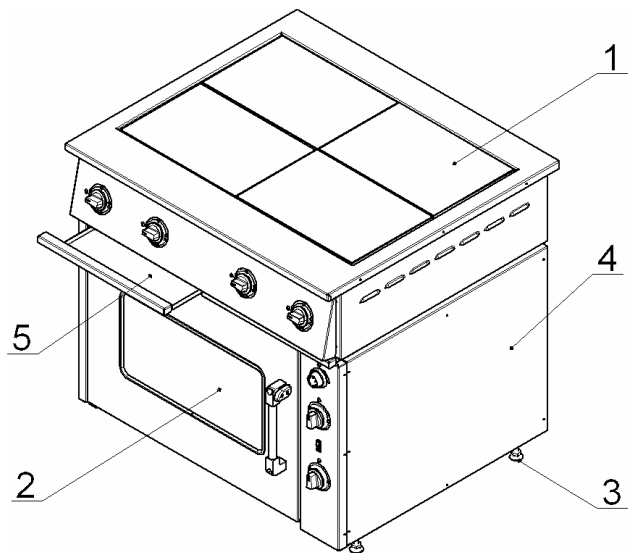
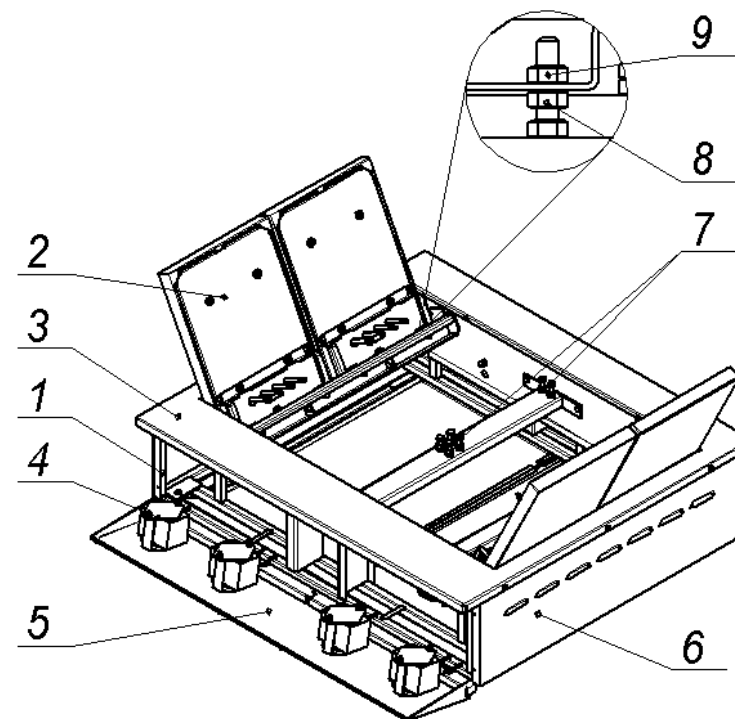
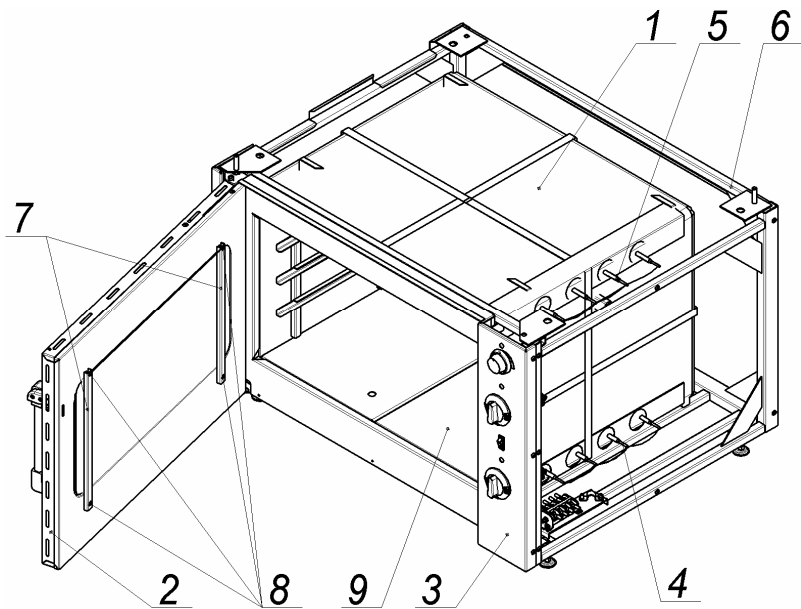
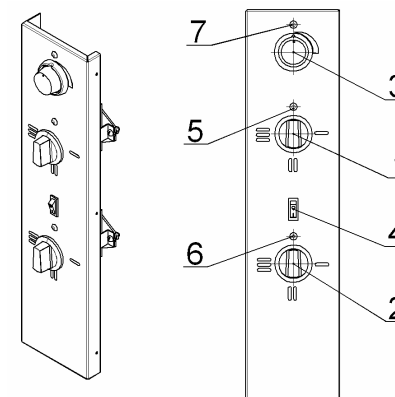

Рис.1
Рис. 2
Рис.3
Рис.4
Чтобы открыть приборную панель плиты, необходимо вынуть выдвижные поддоны (см. рис. 1) и вывернуть винты крепления панели к каркасу плиты.
4.3 Собственно плита (рис.2) установлена на жарочный шкаф (рис.1. поз.2) и состоит из каркаса (поз.1), с закрепленными на нём конфорками (поз. 2), столом (поз.3), облицовочными (поз.6) и приборной панелью (поз.5).
4.3.3 Для обслуживания и санитарной уборки, плита оборудована (см. рис.1) выдвижными поддонами (поз.5), так же обеспечен (см. рис.2) свободный доступ к внутренним поверхностям плиты:
4.4 Жарочный шкаф состоит из тепловой (рабочей) камеры (рис.3 поз.1), закрываемой дверкой (рис.3, поз.2) и приборной панели (рис.3, поз.3).
- Снять панель управления (рис.3, поз.3) или правую облицовочную панель (рис.1, поз.4);
- Снять панель управления (рис.3, поз.3) или снять правую облицовочную панель (рис.1, поз.4);
- Открыть дверку и вынуть из камеры подовые короба (рис.3, поз.9);
4.5 Приборы управления и светосигнальная арматура размещены (рис.4) на приборной панели (рис.3 поз.3), которая расположена с правой стороны шкафа.
4.5.1 Ступенчатое регулирование мощности верхних и нижних ТЭНов осуществляется установкой ручек переключателей (поз.1 и 2) в фиксированные положения, обозначенные на приборной панели символами **I, II и III**, что соответствует режимам нагрева ТЭНов: слабый, средний и сильный. При этом, изменяется мощность ТЭНов (см. раздел 2, табл.1, п.12). Отключение ТЭНов производится установкой ручек переключателей в положение «0» (напротив сигнальных ламп рис.4, поз.5 и 6).
Установка и автоматическое поддержание необходимой температуры (от 50 до 300⁰С) в камере осуществляется терморегулятором (рис.4, поз.3).
Переключатели верхних и нижних ТЭНов, а также терморегулятор снабжены сигнальными лампами (рис.4, поз.5, 6 и 7).
7.9 После окончания приготовления продуктов отключите напряжение, подаваемое на нагревательные элементы конфорок и шкафа, установив ручки переключателей конфорок (рис.2, поз.4), ручки переключателей верхних и нижних ТЭНов шкафа (рис.4, поз. 1, 2) и лимб терморегулятора шкафа в положение «0» (сигнальные лампы должны погаснуть).
7.4 Установите (по часовой стрелке) лимбом терморегулятора (рис.4, поз.3) температуру в камере шкафа, предусмотренную технологией приготовления продукта (должна загореться сигнальная лампа рис.4. поз.7).
7.5 Установите ручки переключателей (рис.4, поз.1 и 2) верхних и нижних ТЭНов в положения I, II или III (должны загореться сигнальные лампы рис.4, поз.5 и 6).